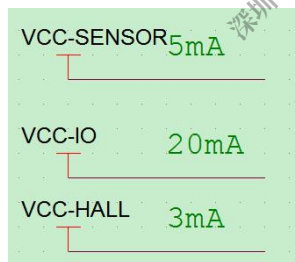

图 2-58 SENSOR 电源工作电压电流
- 必须在原理图中标注清楚 SENSOR 电源的工作电压和最大工作电流，以便 PCB layout 设计，如图 2-58 所示。